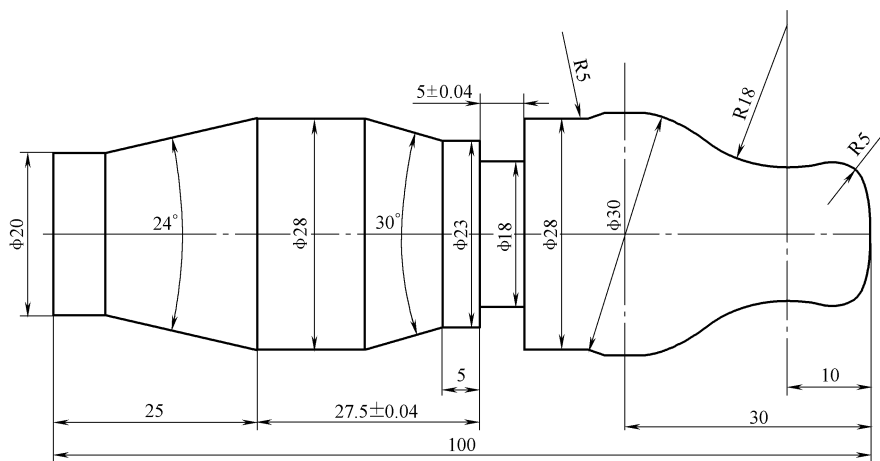

图 D-4 造型与编程题 4
4. 已知毛坯尺寸为 $\phi 40\text{mm} \times 140\text{mm}$ ，材质为 45 调质钢，根据图 D-4 所示的零件图尺寸，完成零件的车削加工造型（建模），生成加工轨迹，并根据 FAUNC-0i 系统要求进行后置处理，生成 CAM 编程 NC 代码。